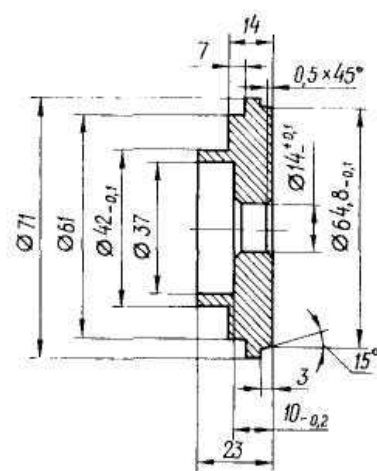

Рис. 167. Оправка для запрессовки сальников и наружного подшипника ведомого вала колёсного редуктора
- подберите сальники к валам редуктора с таким допуском по внутреннему диаметру, чтобы они устанавливались на посадочные места на валах с натягом не менее 0,15 мм и запрессуйте с помощью оправки (рис. 167) и ручки (рис. 157):
- б) наружное кольцо подшипника 2 (см. рис. 160) меньшим внутренним диаметром вниз до упора с помощью оправки (рис. 167) и ручки (рис. 157). Снимите картер с тисков;